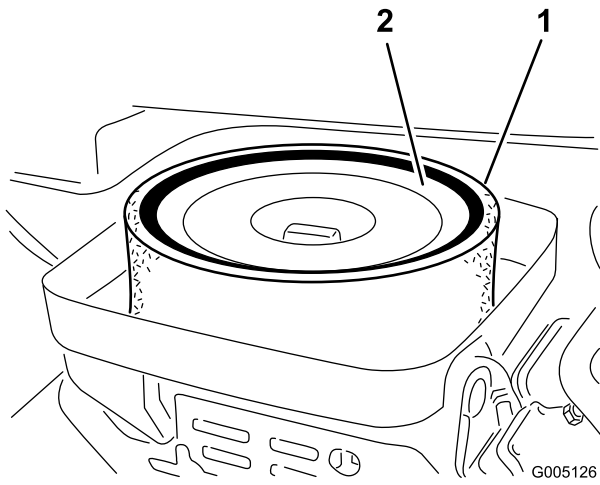

図 44
3. スポンジ (図 44) を点検し、汚れていればペーパー・エレメントから外す。以下の要領で丁寧に清掃してください：